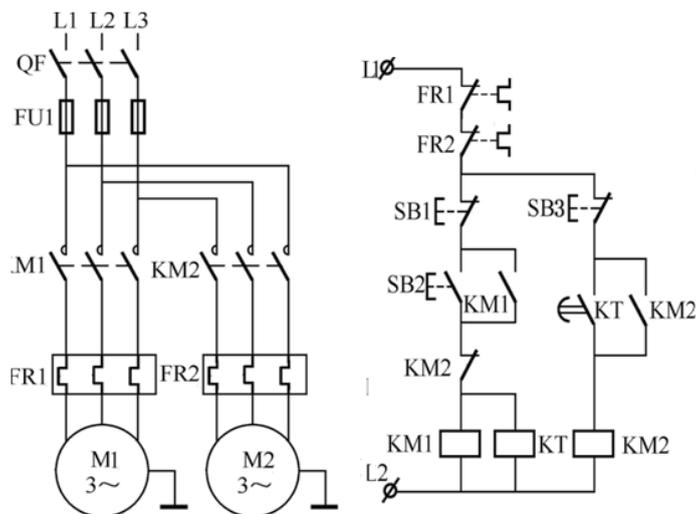

图 3-13 系统的设计与制作参考图
(1) 任务描述
某系统由 2 台电动机 M1 和 M2 拖动，拖动要求 (1)M1 先启动，经过 10s 后 M2 启动；(2) M2 启动后，M1 立即停止。电动机型号为 Y-112M-4，4KW、380V、 Δ 接法、8.8A、1440r/min，请按要求完成该部分电气系统的设计、安装、接线、调试与功能演示，（现场提供的电路原理图进行安装如下图 3-13 所示）。